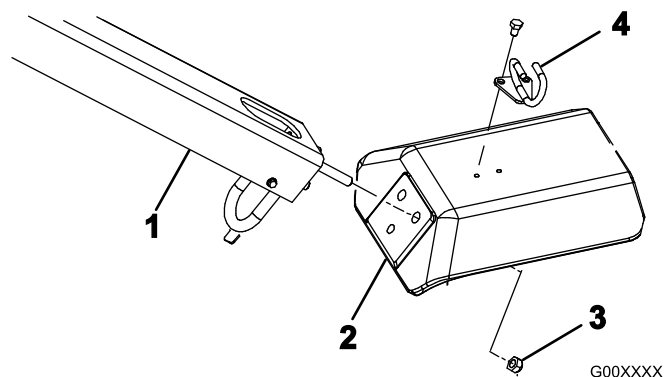

Figura 4
2. Introduzca los pernos de montaje del manillar en los taladros de la horquilla (Figura 4).
3. Sujete los pernos del manillar a la horquilla con 3 contratuercas (1/2 pulgada) (Figura 4).
5. Monte la guía de cables en la parte superior de la horquilla con 2 pernos (5/16 x 1/2 pulgada) (Figura 4).